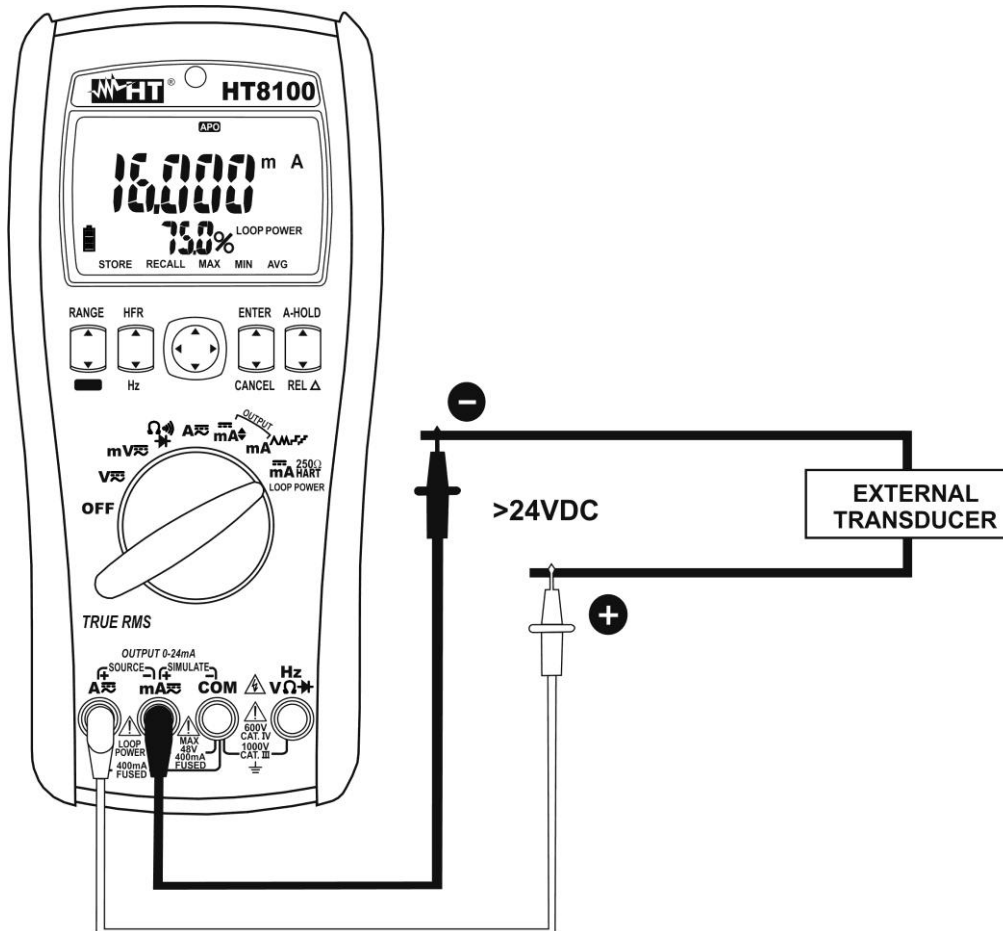

Abb. 10: Verwendung für die Messung von Ausgangs-Gleichstrom aus externen Wandlern
4. Verbinden Sie die rote und die schwarze Messleitung mit dem externen Wandler, und dabei achten Sie auf die Strompolarität und -richtung (siehe **Abb. 10**).